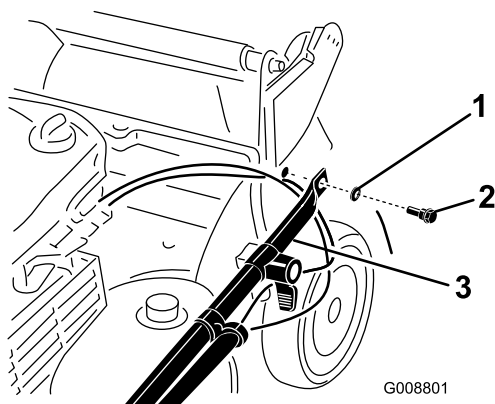

Figura 3
2. Fija los extremos del manillar al alojamiento del cortacésped con 2 arandelas y 2 pernos de manillar (Figura 3), **pero no apriete los pernos del manillar.**
Importante: Pase los cables *por debajo* del manillar (Figura 3).